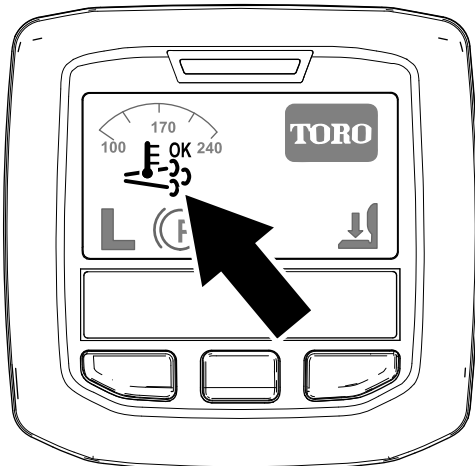

Figura 33
- El icono de regeneración asistida/de reinicio se muestra en el InfoCenter (Figura 33).